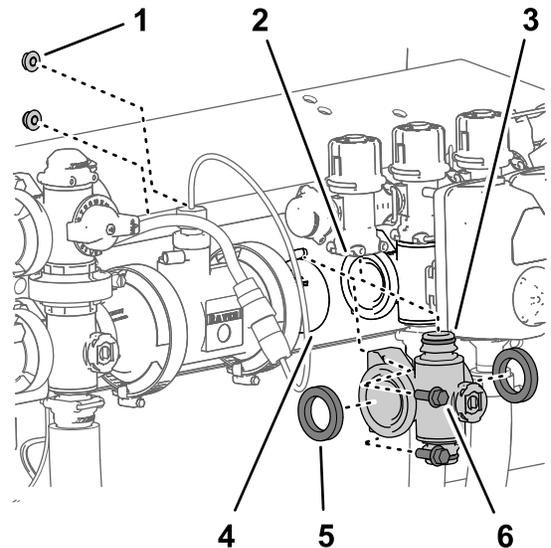
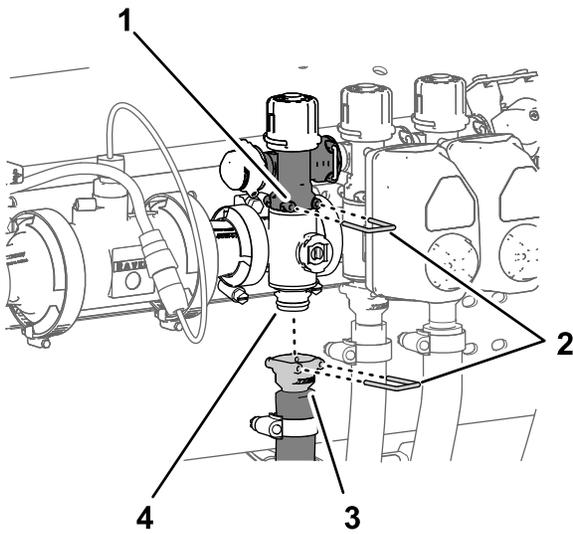

図 132
図 133
1. ステップ 個別ブームマニホルドバルブの取り外し \(ページ 79\) で外したガスケット2枚を、ブームバルブマニホルドのフランジに合わせる 図 132。
2. ブームバルブマニホルドを、もう1つのブームバルブまたはカップリングアダプタの各フランジの間に入れる 図 132。
3. ブームバルブマニホルドのクイックコネクフィッティングを、ブームバイパスバルブのクイックディスプレイソケットに組み付けて、クイックコネクピンで固定する 図 132 と 図 133。
5. 左右のboomバルブマニホルドを、バルブサポートに組み付ける 図 132 個別boomマニホルドバルブの取り外し (ページ 79) で取り外したフランジヘッドボルト $\frac{1}{4} \times \frac{3}{4}$ " 2本とフランジロックナット $\frac{1}{4}$ " 2個を使用する。
- boomホースのクイックコネクカップラを、boomバルブマニホルドのクイックコネクフィッティングに組み付けて、クイックコネクピンで固定する 図 133。